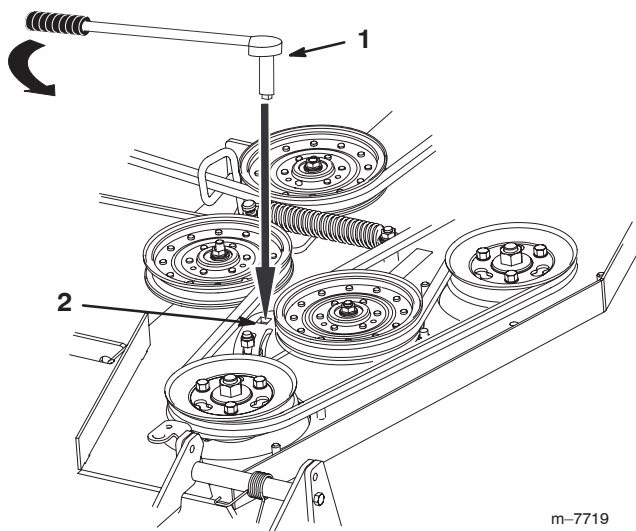

Figure 58
7. Insérez une douille courte avec manche à rochet ou une barre de levier dans le trou carré du bras de la poulie de renvoi fixe (Fig. 58).